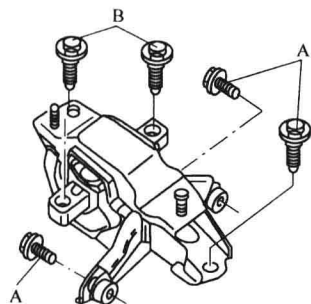

图 1-7 变速器机组支撑
13) 变速器机组支撑的结构如图 1-7 所示, 拧紧力矩 $A = 50\text{N} \cdot \text{m} + \text{继续转动 } 90^\circ (1/4 \text{ 圈})$; $B = 40\text{N} \cdot \text{m} + \text{继续转动 } 90^\circ (1/4 \text{ 圈})$ 。